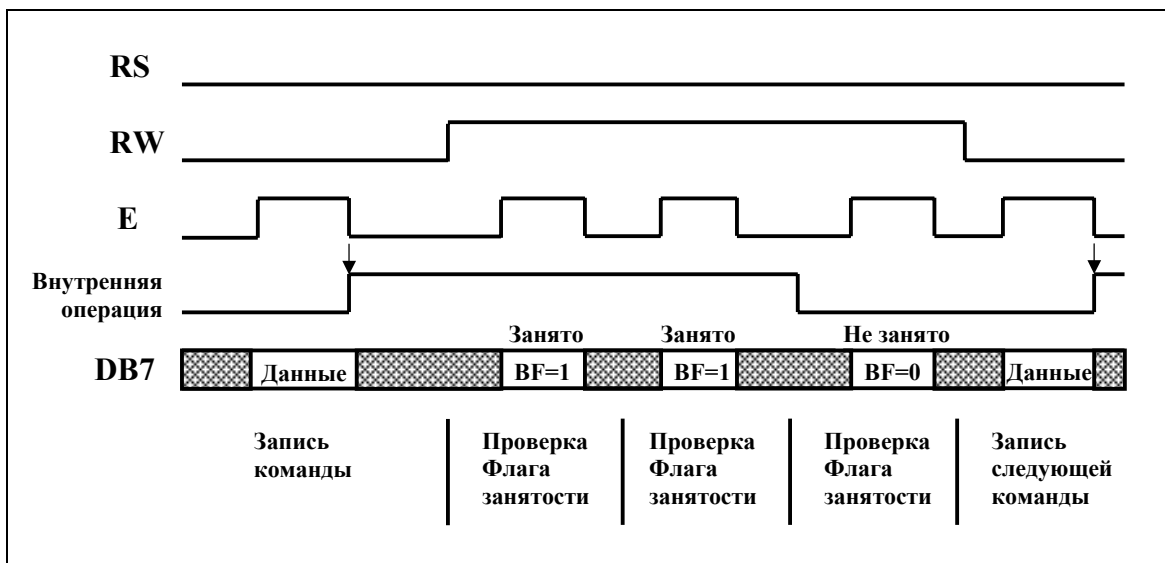

Рис. 8. Пример подачи команд с выполнением проверки Флага занятости в режиме 8-разрядного интерфейса.
- Проверкой Флага занятости контроллера до момента перехода его в состояние 0. Это наиболее эффективный способ (см. рис. 8 и 9).